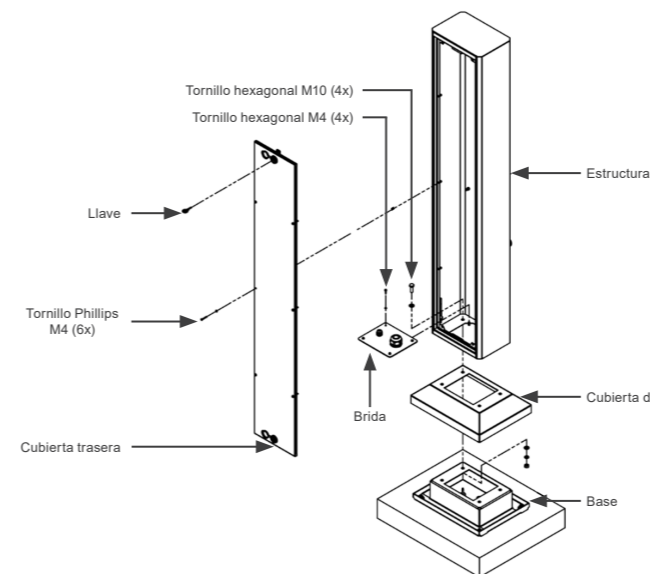

Figura 3.3: Vista trasera explotada del montaje
El montaje del tótem a la base de fijación del producto se muestra en la Figura 3.3, utilizando cuatro (04) tornillos hexagonales M10, suministrados con el producto. El par de apriete recomendado es de 35 Nm.